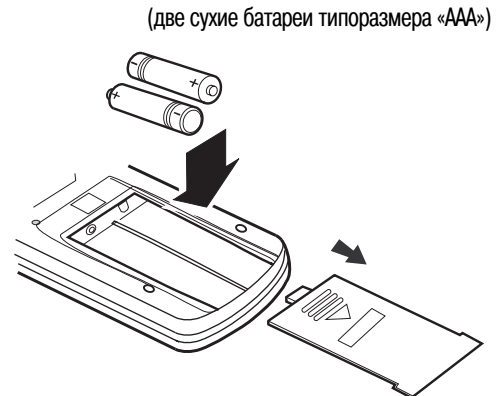

Рис. 1
1. Для того чтобы снять крышку батарейного отсека пульта дистанционного управления, слегка нажмите на нее в месте с маркировкой  и сдвиньте ее в направлении стрелки (как показано на рис. 1).
2. Извлеките старые батареи и установите две новые щелочные батареи, соблюдая полярность (см. рис. 1).